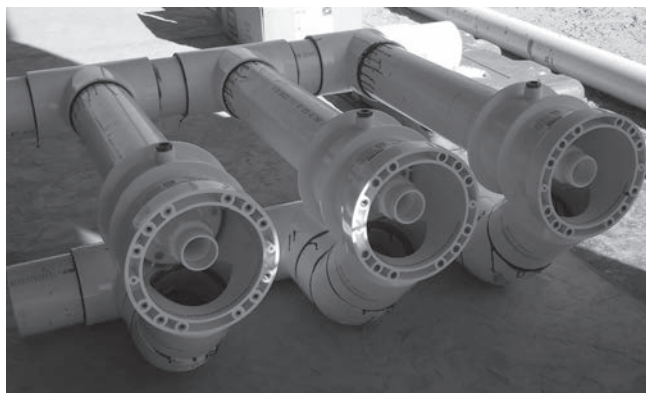

Figura 8
- A. Instalar tubería de distribución (para dos o tres sistemas de chorro) de aproximadamente 12" o tubería de 4" SCH 40 (para sistema de chorro simple) a los accesorios de succión y de descarga en la carcasa(s) de chorro. Ver Figura 8.
- B. Pasar una (1) boquilla de manguera del regulador de aire en la parte superior de cada carcasa de chorro. Fijar la manguera del regulador de aire de plástico (parte #15) a la boquilla de manguera del regulador de aire (parte #14) utilizando la abrazadera(s) de manguera (parte #16).